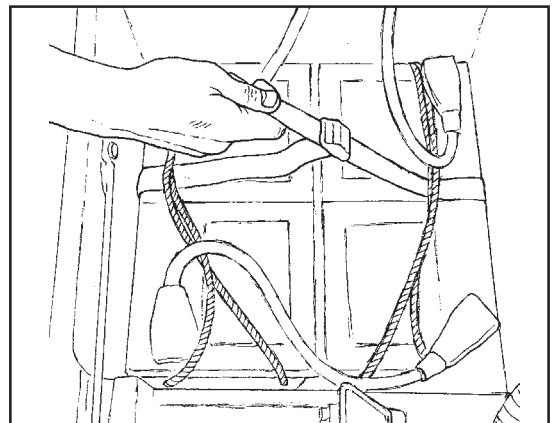

Рисунок 12
11. Закрепите батареи при помощи ремней (смотрите рис. 12).